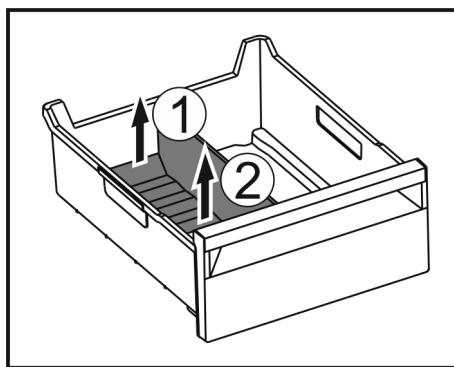

Fig. 49
- Приподнимите заднюю часть разделителя отделения для льда. Fig. 49 (1)
- Извлеките разделитель отделения для льда движением вверх. Fig. 49 (2)